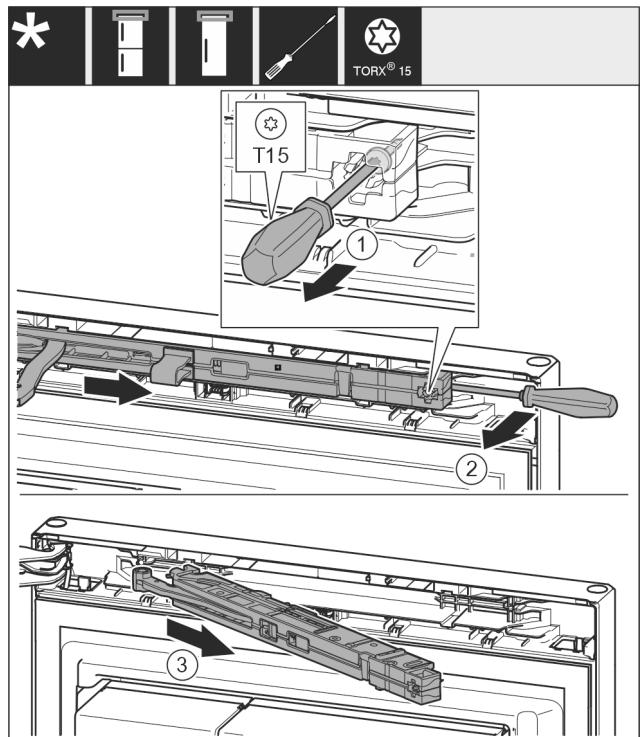

Fig. 10
- Schraube an Schließdämpfereinheit mit Schraubendreher T15 ca. 14 mm (0.55 in) lösen. Fig. 10 (1)
- Mit einem Schraubendreher griffseitig hinter die Schließdämpfereinheit fahren und Einheit nach vorne drehen. Fig. 10 (2)
- Schließdämpfereinheit herausziehen. Fig. 10 (3)